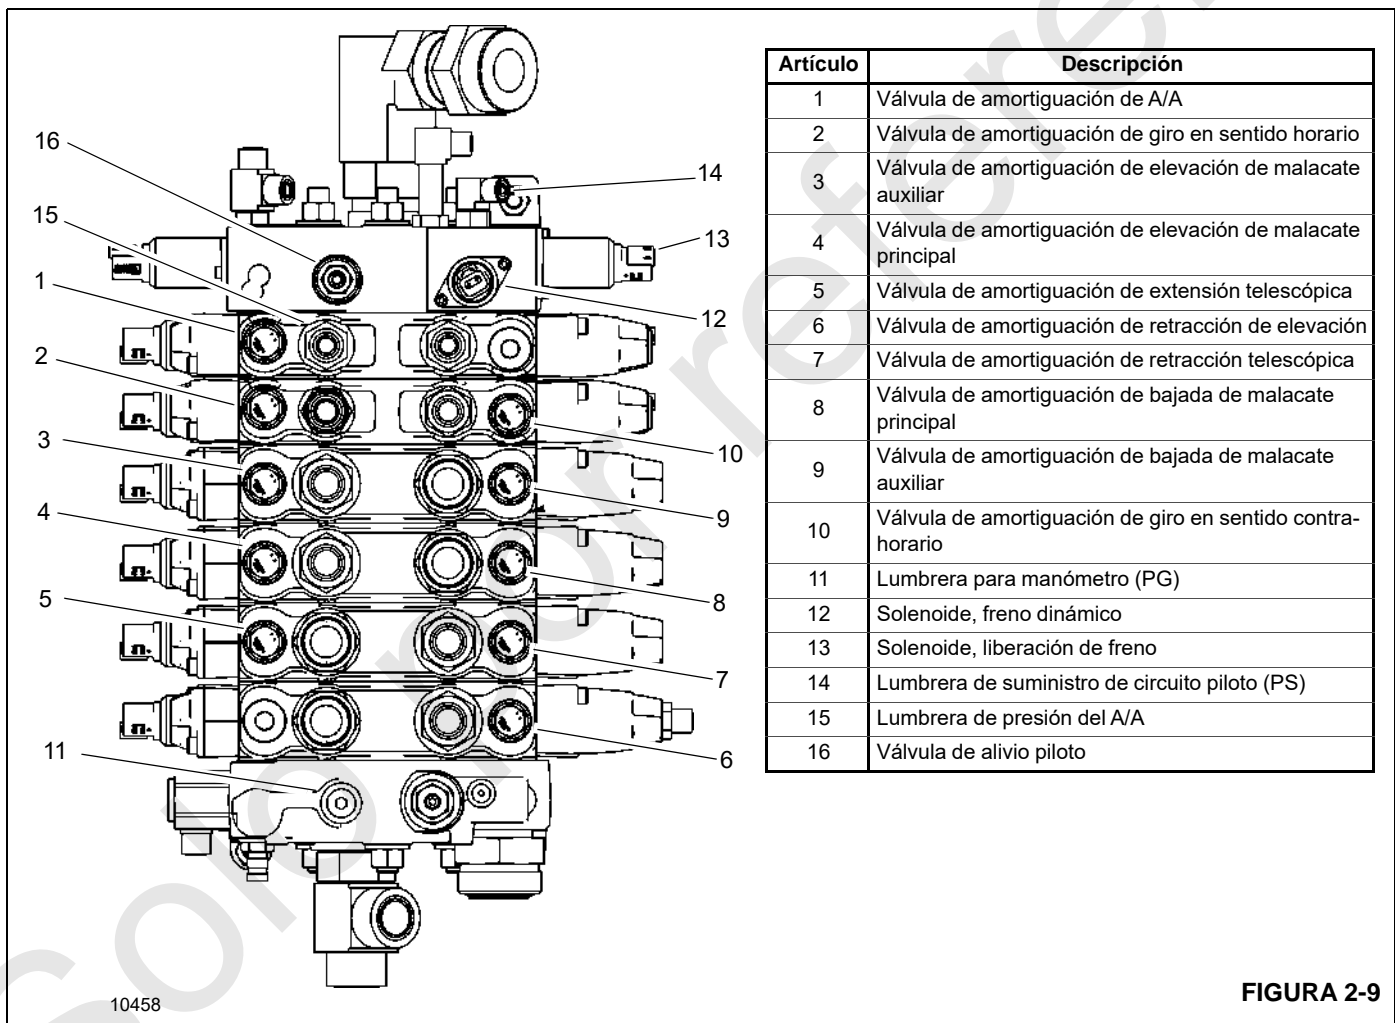

FIGURA 2-9
- a. La ubicación de las válvulas de amortiguación para las secciones de pluma, telescopización, malacates, giro y acondicionador de aire se muestra en Figura 2-9.
La elevación de malacate tiene una sola válvula de amortiguación en la sección de la válvula con un ajuste fijo (Figura 2-9).
1. Instale un manómetro de presión mínima de 5000 psi en la lumbrera de manómetro, PG (Figura 2-9).
La bajada de malacate tiene una sola válvula de amortiguación en la sección de la válvula con un ajuste fijo (Figura 2-9).
La válvula de alivio de detección de carga (LSRV) máxima limita esta función que se muestra en la Figura 2-9 y la Tabla 2-3.
La bajada de pluma tiene una sola válvula de amortiguación en la sección de la válvula con un ajuste fijo como se muestra en la Figura 2-9 y la Tabla 2-3.
La función de extensión telescópica tiene una sola válvula de amortiguación en la sección de la válvula y tiene un ajuste fijo como se muestra en la Figura 2-9 y la Tabla 2-3.
La función de retracción telescópica tiene una sola válvula de amortiguación en la sección de la válvula y tiene un ajuste fijo como se muestra en la Figura 2-9 y la Tabla 2-3.
El giro en sentido horario/contrahorario tiene una sola válvula de amortiguación en la sección de la válvula con un ajuste fijo como se muestra en la Figura 2-9 y la Tabla 2-3. Esta válvula no se puede cambiar, colocar ni ajustar. Consulte los comentarios A. *Para arrancar*, página 2-20 para verificar este ajuste en el conjunto de la válvula de amortiguación física si sospecha.
El circuito de suministro piloto tiene una válvula de alivio única en el colector de entrada de la válvula de control principal con un valor como se muestra en la Tabla 2-3 y la Figura 2-9 (válvula de alivio piloto).
- Instale un manómetro con capacidad mínima de 69.0 bar (1000 psi) en la lumbrera para manómetro PS en el colector de entrada de la válvula de control (vea la Figura 2-9).
La función de acondicionador de aire de la cabina tiene una válvula de amortiguación (Figura 2-9) en la sección de la válvula y tiene un ajuste fijo que se muestra en Tabla 2-3. Esta válvula no se puede cambiar, colocar ni ajustar. Consulte los comentarios en A. *Para arrancar*, página 2-20 para verificar este ajuste en el conjunto de la válvula de amortiguación física.
- Instale un manómetro con capacidad mínima de 345 bar (5000 psi) en la lumbrera para manómetro ACG en el colector de entrada central de la válvula de control Figura 2-9.
El circuito del estabilizador tiene una sola válvula de alivio en el colector de la bomba con un ajuste como se muestra en la Figura 2-9 y la Tabla 2-3.